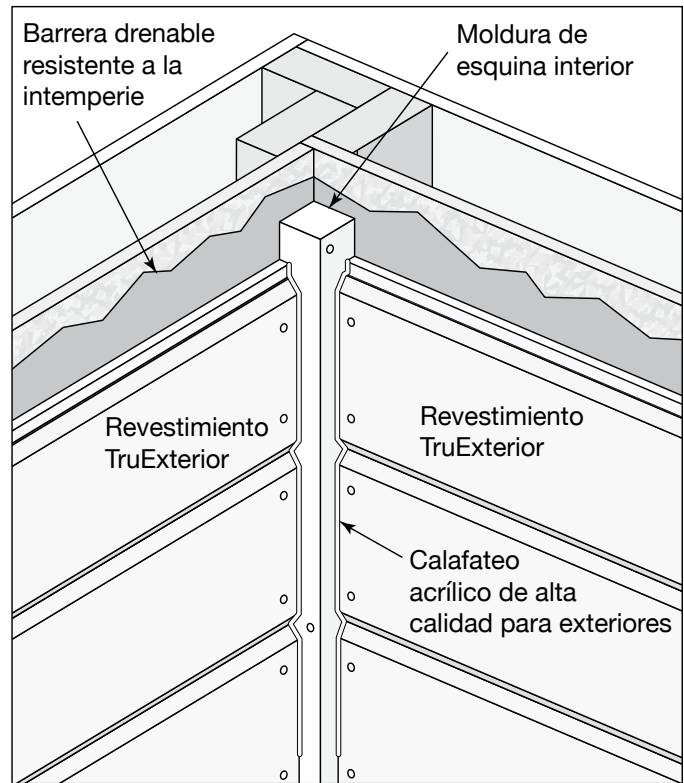

Fig. 9a: Detalle de esquina interior, sin espacios y con calafateo
- Para crear las esquinas interiores, instale una moldura de 2x2 pulg. en la esquina con clavos aprobados (Fig. 9a).
- Use 1 clavo cada 16 pulg. a lo largo en lados alternantes de la moldura y asegúrese de que penetren en la estructura de entramado (Fig. 9a).
- Junte cada hilera de revestimiento a tope con la moldura esquinera y fíjela en su lugar (Fig. 9a).
- Selle la junta entre la moldura esquinera y el revestimiento con calafateo acrílico de alta calidad para exteriores (Fig. 9a).
Aunque el revestimiento TruExterior no necesita imprimación ni sellado de los cortes en los extremos, se puede usar una variedad de calafateos y selladores conjuntamente con el producto para ayudar a impedir la intrusión de agua en la estructura (Fig. 9a y 9b).